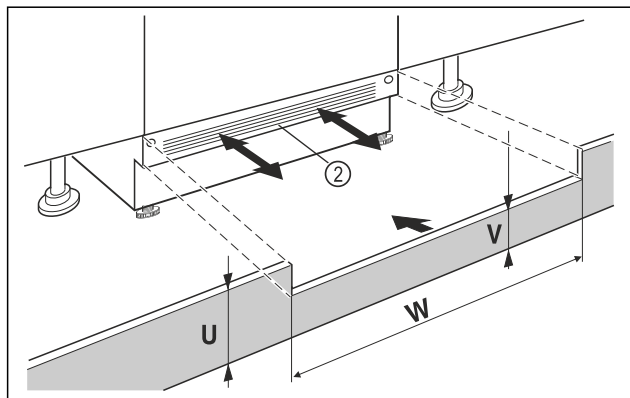

Fig. 16 Ilustrační zobrazení
- Nasadte krycí lištu spotřebiče Fig. 16 (2) ale ještě nepřipevňujte.
- U viditelné krycí lišty Fig. 16 (2) tuto lištu vytáhněte dopředu natolik, až jsou přední hrana větrací mřížky a nábytkové krycí lišty zarovnané.
- Při zakryté krycí lišty Fig. 16 (2) tuto lištu zasuněte úplně dozadu.
- Dbejte a zcela volné větrací štěrby: V případě potřeby přirázte krycí lištu nábytku Fig. 16 (U) na potřebnou výšku!
- Podél šířky výklenku Fig. 16 (W) přizpůsobte výšku můstku Fig. 16 (V) pod krycí lištou spotřebiče Fig. 16 (2).